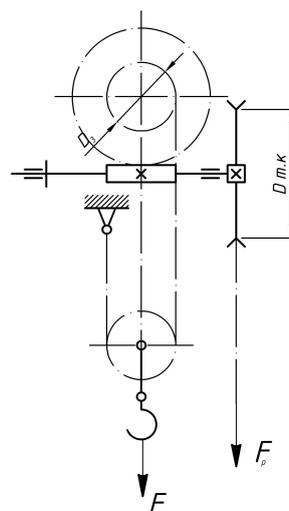

Рис. 6.4. Расчетная схема к задаче № 4
4. Рассчитать червячную передачу ручной тали (рис. 6.4). Вес поднимаемого груза F , усилие рабочего на тяговую цепь F_p , диаметр тягового колеса $D_{т.к.}$ и диаметр звездочки D_3 приведены в табл. 6.4. Режим работы кратковременный. Срок службы передачи 18000 ч.